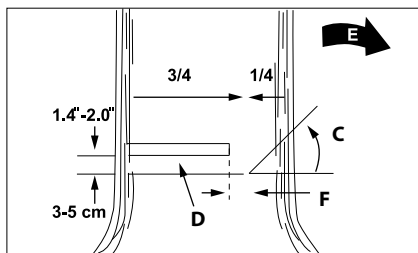

Рис. 15
Увага! Не ходіть перед деревом, на якому вже зроблені надпили. Остаточний зріз (D) виконується із зворотного боку дерева в 3-5 см над горизонтальною основою надпили (C) (рис. 15).